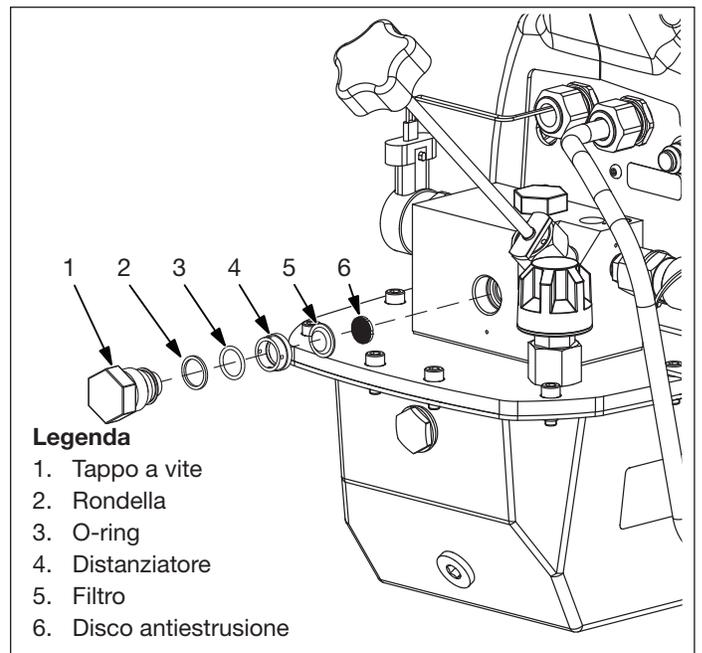

Figura 10, Filtro
5. Allentare e rimuovere il tappo a vite dal collettore della valvola aiutandosi con una chiave inglese o una chiave a bussola da 1". Fare riferimento alla figura 10.